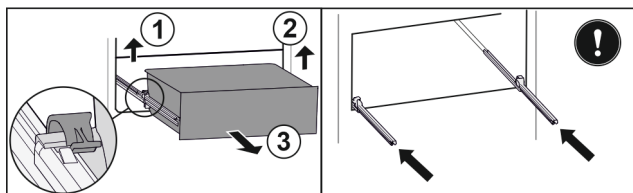

Fig. 30
- ▶ 提起左侧夹子，同时将抽屉左侧向前拉。 Fig. 30 (1)
- ▶ 提起右侧夹子，同时将抽屉右侧向前拉。 Fig. 30 (2)
- ▶ 朝前取出抽屉。 Fig. 30 (3)